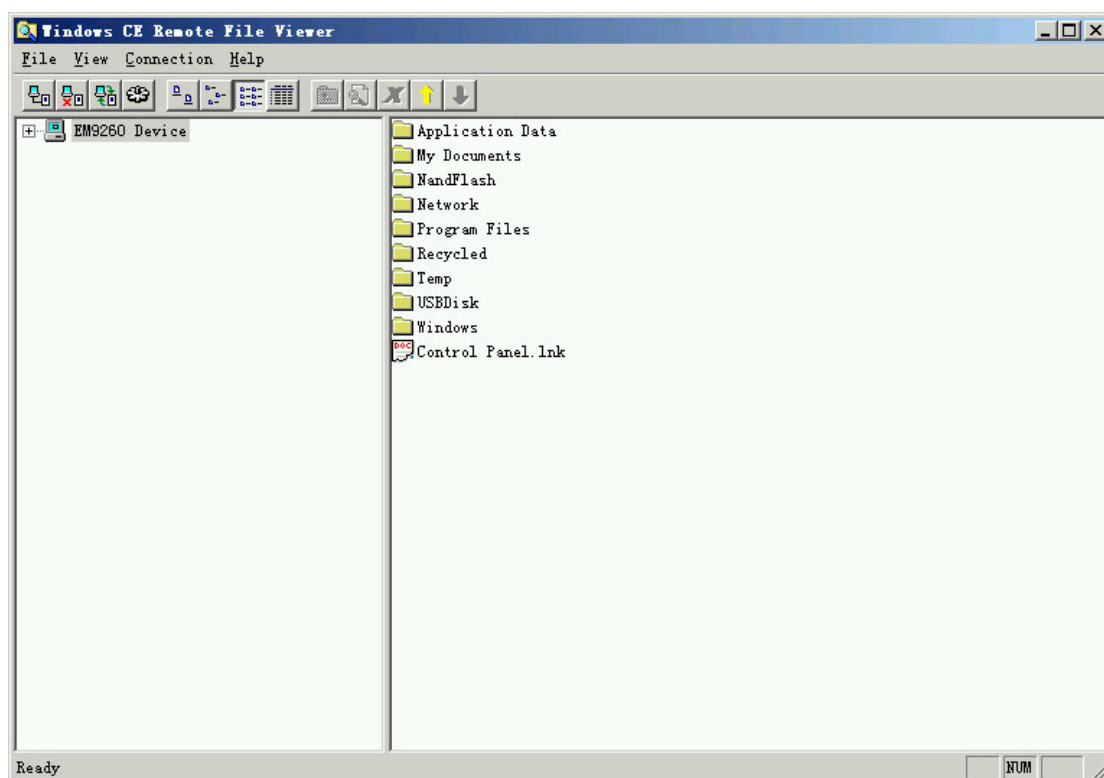

图 3-23 连接成功，主机端显示出的英创 ARM9 嵌入式模块当前文件信息
10、连接建立以后，将显示出当前英创 ARM9 嵌入式模块的文件信息，如图 3-23。至此，软件开发环境安装配置完成。